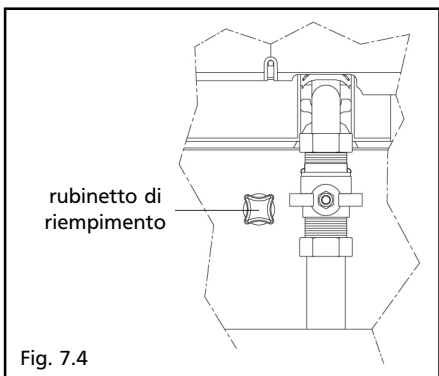
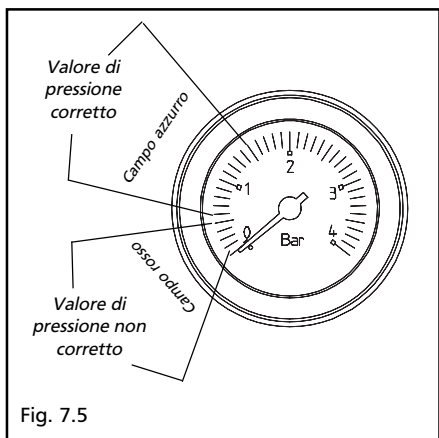

Fig. 7.4
Fig. 7.5
- aprire il rubinetto di riempimento (fig. 7.4) fino a che il valore di pressione sia compreso tra 0,6 e 1,5 bar (fig. 7.5)